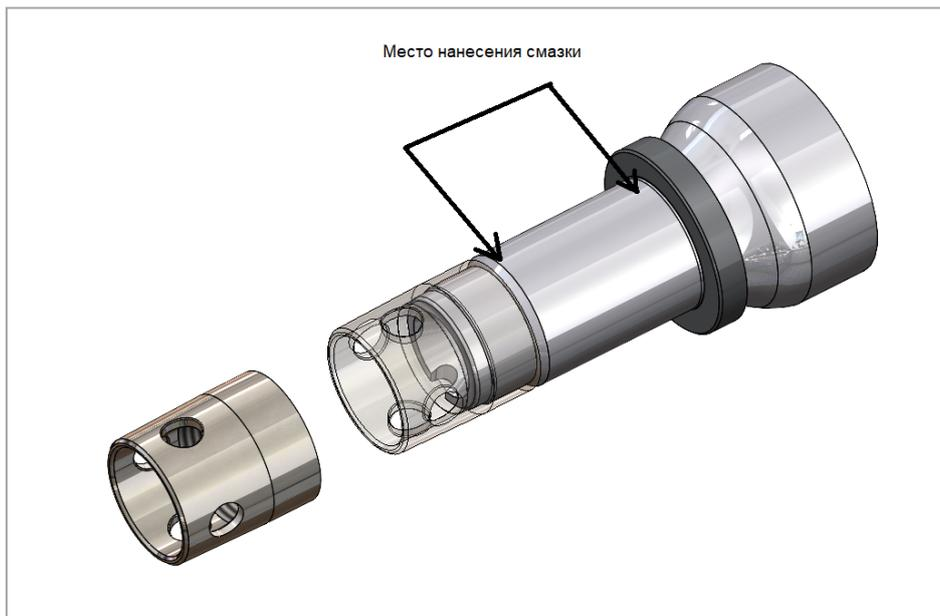

Рис. 16. Место нанесение смазки.
2) Нанесите тонкий слой антифреттинговой смазки 85% на цапфу, остаток 15% используйте ближе к упорному кольцу (рис. 16).